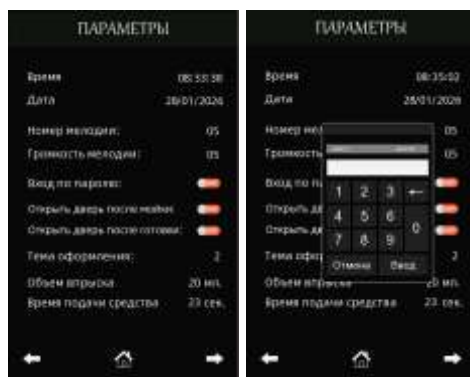

Рис. 10 – Меню «ПАРАМЕТРЫ»
2. Введите дату и время поочередно нажимая на числовые значения напротив надписей «Время» и «дата» (рис. 10).